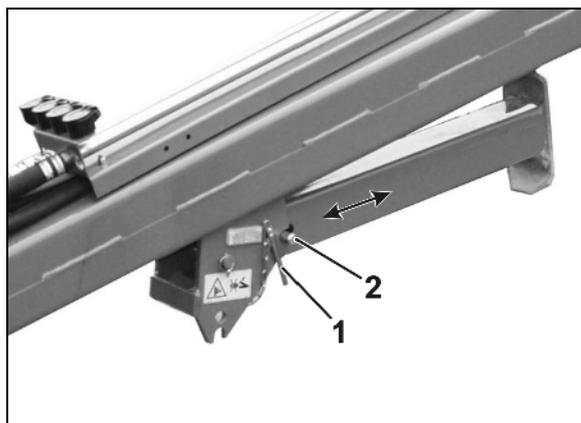

Fig. 75
- Pata de apoyo levantada durante el uso o el transporte (Fig. 75).
2. Extraer el perno (Fig. 75/1).
3. Girar el fusible adicional (Fig. 75/2) y elevar/bajar la pata de apoyo.